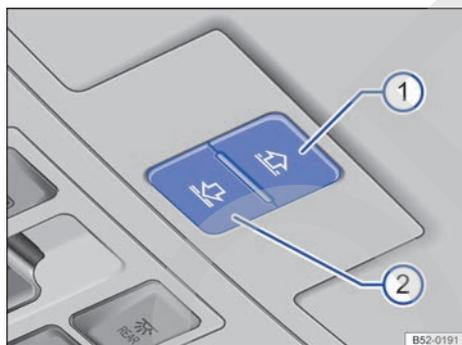

Fig. 65 En el revestimiento interior del techo: teclas de la cortinilla parasol.
Las teclas → **fig. 65** **(1)** y **(2)** tienen dos niveles. En el primer nivel se puede abrir o cerrar la cortinilla parasol total o parcialmente.
Función	Cómo se ejecuta → fig. 65
- *Cortinilla parasol*: antes de que transcurran aprox. 5 segundos desde la activación de la función antiaprisionamiento, pulse la tecla → fig. 65 ⓘ hasta que la cortinilla se cierre completamente.